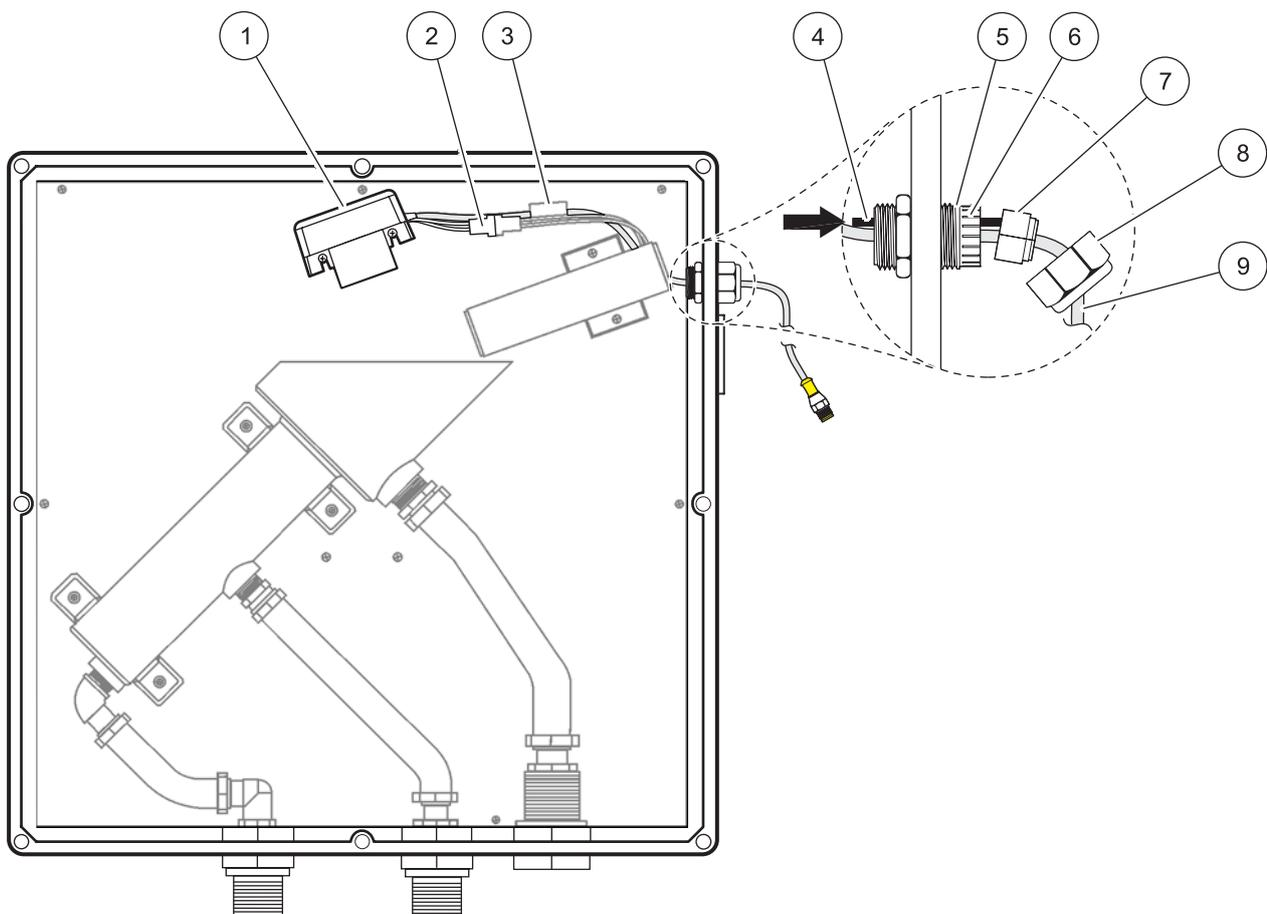

Figura 20 Reemplazo del conjunto del detector
El conjunto detector, listado como ítem de reemplazo en sección 8.1 en la página 51, es una unidad sellada que se reemplaza íntegramente (Figura 20).
3. Desconecte el cable del detector del controlador. Desatornille la tuerca (Figura 20, ítem 8) y retirela del cable de detector desconectado.
5. Tire el cable del detector por el prensacable. Abra los aprietes de cable (Figura 20, ítem 3) y retire el cable.
6. Retire los dos tornillos que sujetan el conjunto del detector en la pared del bastidor del SS7 sc. Retire el conjunto completo del detector (Figura 20, ítem 1).
8. Coloque el cable del detector en el prensacable. Proceda luego con el reemplazo del aro de refuerzo dividido (observe la orientación en Figura 20) en el cable del detector. En los dedos de agarre, debe girarse el aro de refuerzo en contra del sentido de las agujas del reloj mientras se empuja el aro de refuerzo nuevamente en su lugar en el prensacable.